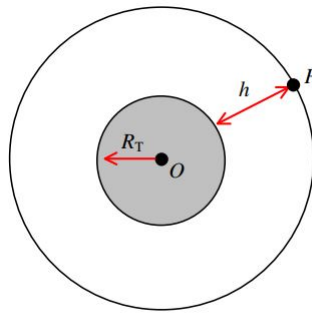

figure 1
Acquérir plusieurs images d'une même zone à des instants différents nécessite une bonne maîtrise des trajectoires des satellites. On se propose d'étudier certains aspects du mouvement d'un satellite (S) par rapport au référentiel géocentrique $\mathcal{R}_g$ considéré comme galiléen. Le satellite de masse m , repéré par un point P est en orbite circulaire de centre O à une altitude h . On considérera que la Terre est une sphère homogène de rayon R_T et de centre O (voir figure 1). Les orbites des satellites tels que **SPOT** et **ENVISAT** sont des trajectoires circulaires très proches. On considérera dans toute cette partie que leurs altitudes sont identiques soit $h = 800\text{km}$. (voir figure 1).